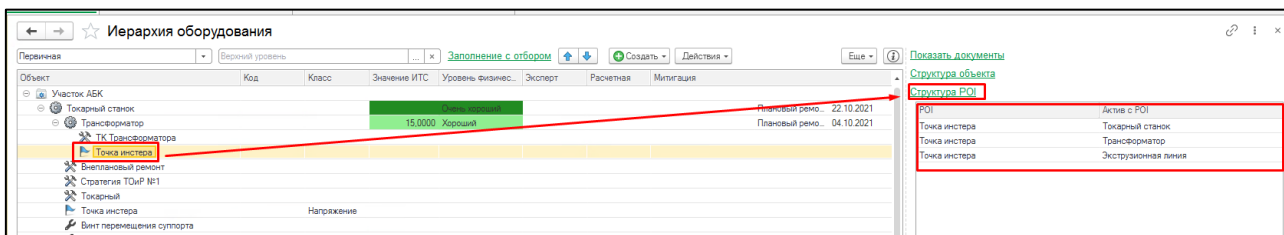

Рисунок 11. Структура POI.
- «Структура POI» - ссылка содержит информацию о точках интереса и их связи с ЕО (см. Рисунок 11).